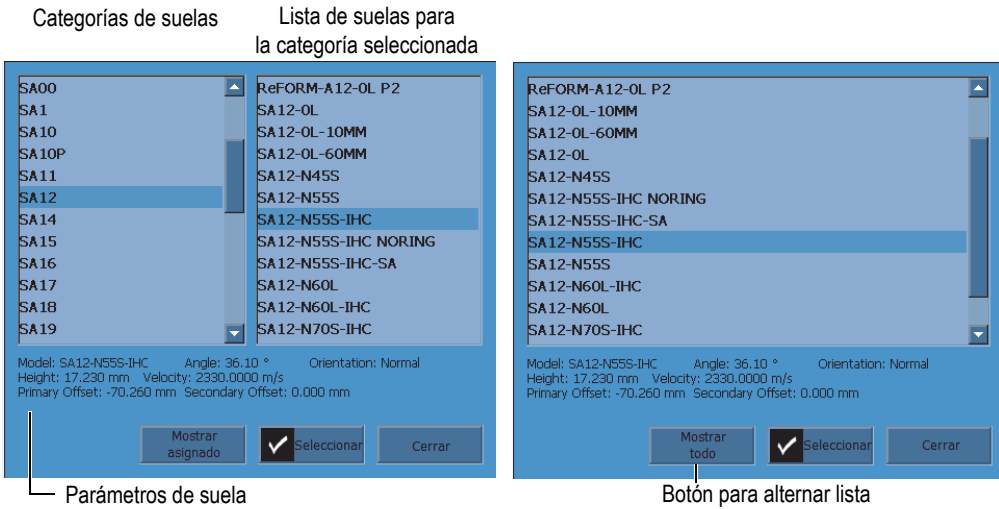

Figura 4-3 Listas de suelas en el cuadro de diálogo Selección de suela
3. Seleccione el botón **Suela** para abrir la lista predefinida de las suelas (véase la Figura 4-3 en la página 104):